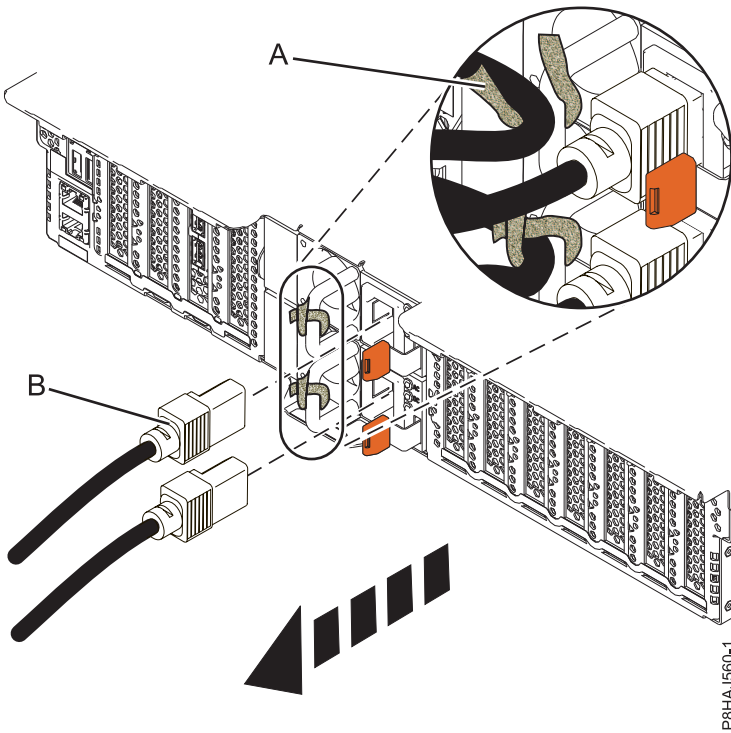
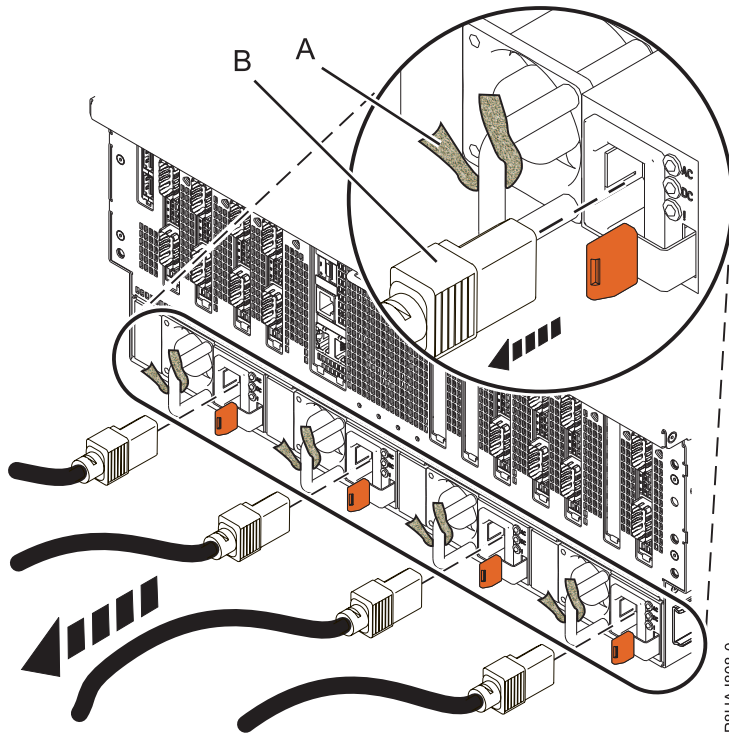

Figure 52. Retrait des cordons d'alimentation d'un système 5148-21L, 5148-22L, 8247-21L, 8247-22L, 8284-21A, ou 8284-22A
Figure 53. Retrait des cordons d'alimentation d'un système 8408-44E ou 8408-E8E
3. Débranchez les cordons d'alimentation (**B**) de l'unité centrale. Voir les figures figure 51, à la page 66, figure 52, à la page 66 ou figure 53, à la page 67 selon le type de votre système.